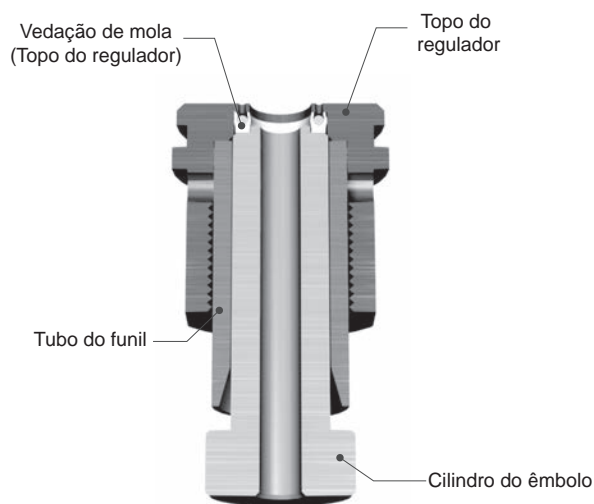

Figura 57: Cilindro do êmbolo
- vi. Empurre para baixo o cilindro do Êmbolo para inserir a Vedação da Mola (Topo do Regulador) no Topo do Regulador como exibido na Figura 57.
- vii. Empurre para baixo o cilindro do Êmbolo para inserir a Vedação da Mola (Topo do Regulador) no Topo do Regulador como exibido na Figura 57.